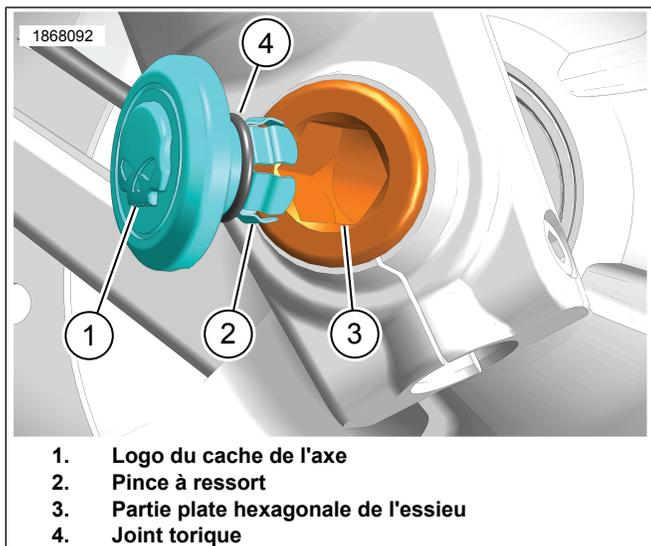

Figure 2. Aligner les parties plates
- a. Voir la Figure 2. Aligner la partie plate de la pince à ressort (2) avec la partie plate hexagonale interne de l'axe (3).
- b. Pousser le cache de l'axe dans l'essieu jusqu'à ce que le joint torique (4) entre en contact.